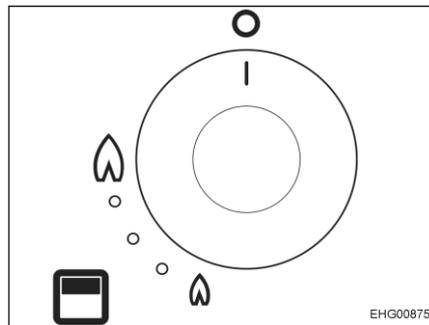

Fig. 129 Regulador giratorio para grill de gas
- Hundir el regulador giratorio (Fig. 129) y girarlo en sentido contrario a las agujas del reloj a la posición de encendido (llama alta).